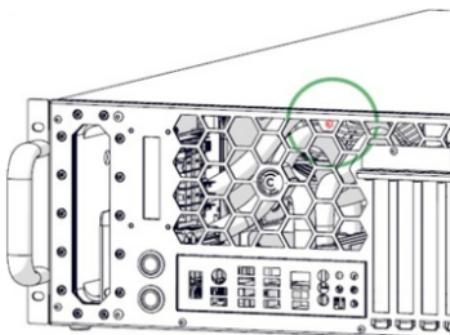

Рисунок 13 – Извлечение винта фиксации верхней крышки с передней панелью
– открутите шестигранным ключом $s2$ винт M3 с полукруглой головкой, фиксирующий верхнюю крышку с передней панелью (рисунок 13);